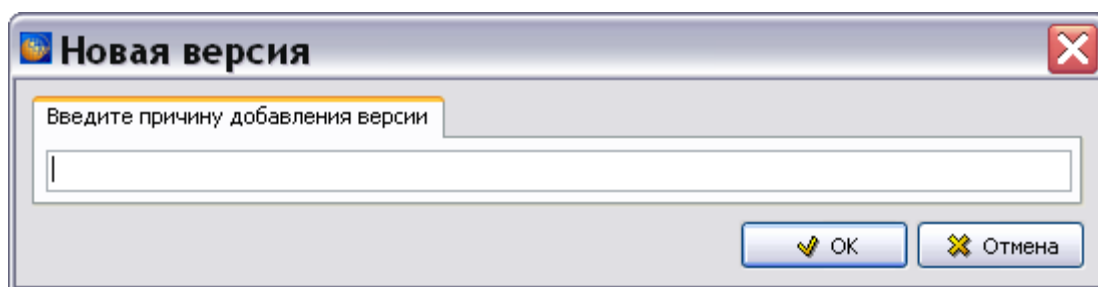

Рис. 13.2
5. Если в свойствах проекта выбран параметр **Запрашивать причину создания версий** (См. раздел «Вкладка «Дополнительные параметры»»), то после выбора вида добавляемой версии появится окно для ввода причины добавления версии (Рис. 13.2).